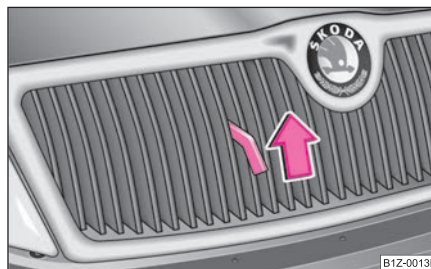

Fig. 195 Rejilla del radiador: Tirador
- Extraiga el tirador ⇒ fig. 195, el capó se desenclavará completamente. ►